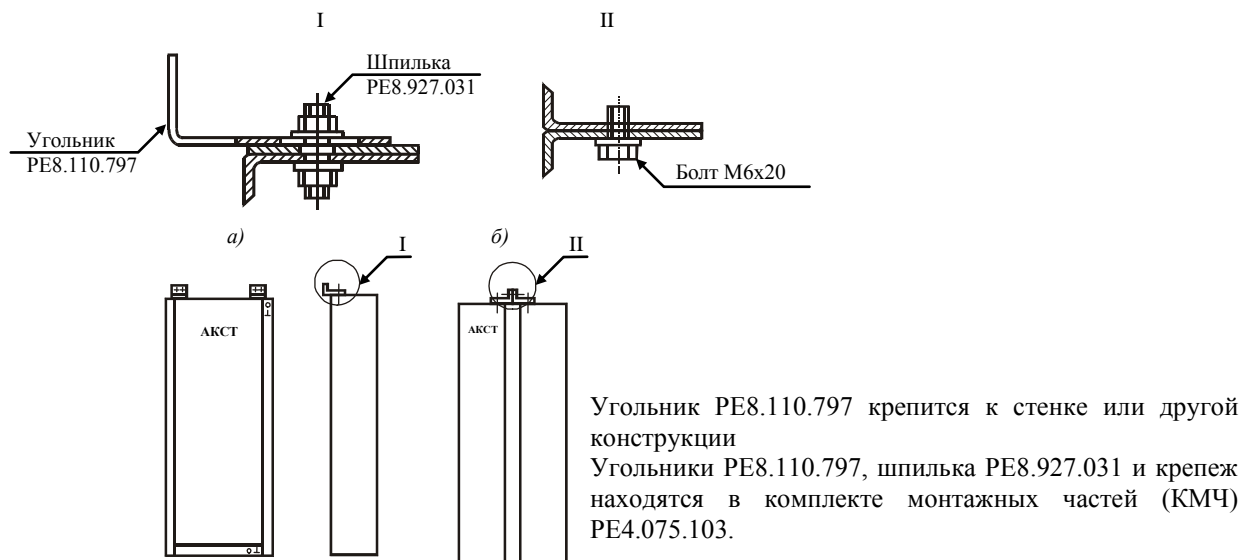

Рисунок 1
3.2 Установка шкафов на объектах производится в один ряд (вплотную к стене или к другой конструкции рис.1а), либо в два ряда ("спина к спине", рис.1б).